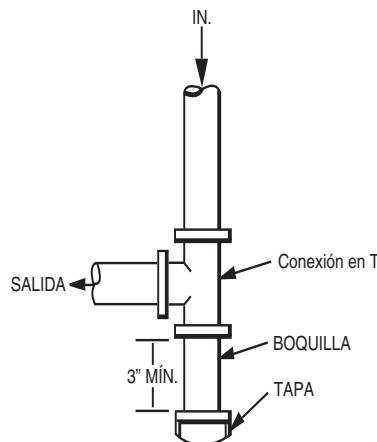

Fig. 8 – Trampa de sedimentos
- Instale una trampa de sedimentos en la tubería vertical que lleva a la sección de calefacción (consulte la Fig. 8). Esta pata de goteo funciona como una trampa para la suciedad y el condensado.